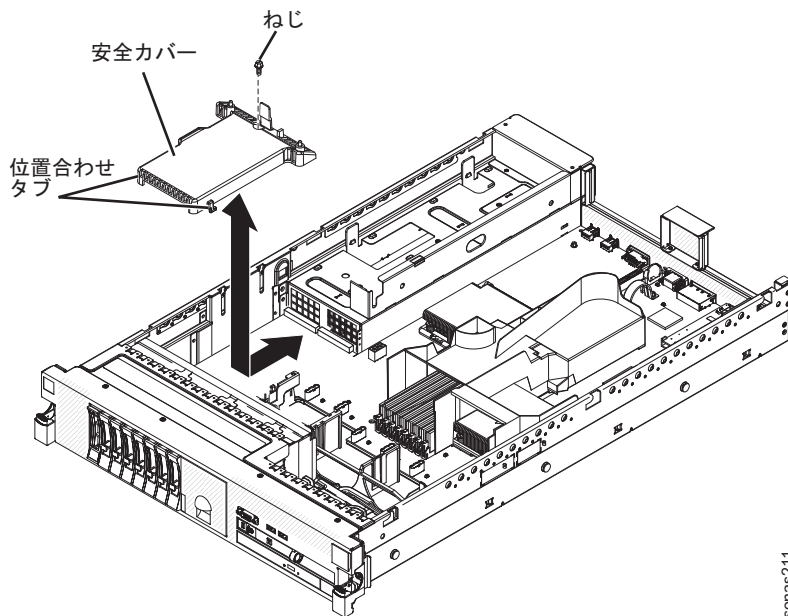

図 47. 240 VA 安全カバー
6. 安全カバーからねじを取り外します。図 47を参照してください。